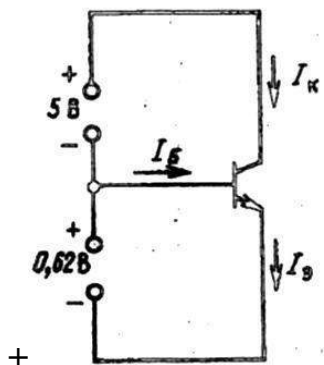

Рисунок 7
12. Транзистор, имеющий $\alpha = 0,995$, $I_{ЭО} = 0,1$, $I_{ЭО} = I_{КО} = 10\text{--}12 \text{ А}$, включен в схему (рис. 7). Определить напряжение коллектор -эмиттер УКЭ, а также токи.